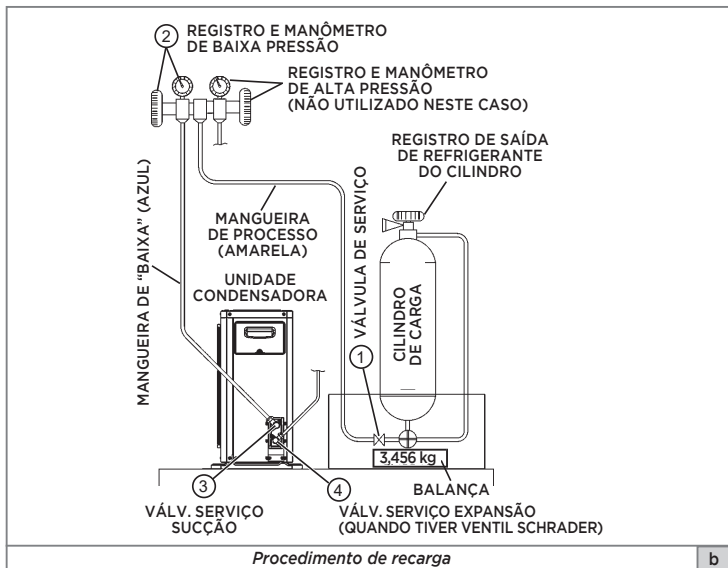

Fig. 45b - PROCEDIMENTOS DE VÁCUO E RECARGA
- b. Para realizar o procedimento de carga de refrigerante, monte os componentes conforme representado na Fig. 45b: cilindro de carga, manifold e balança.